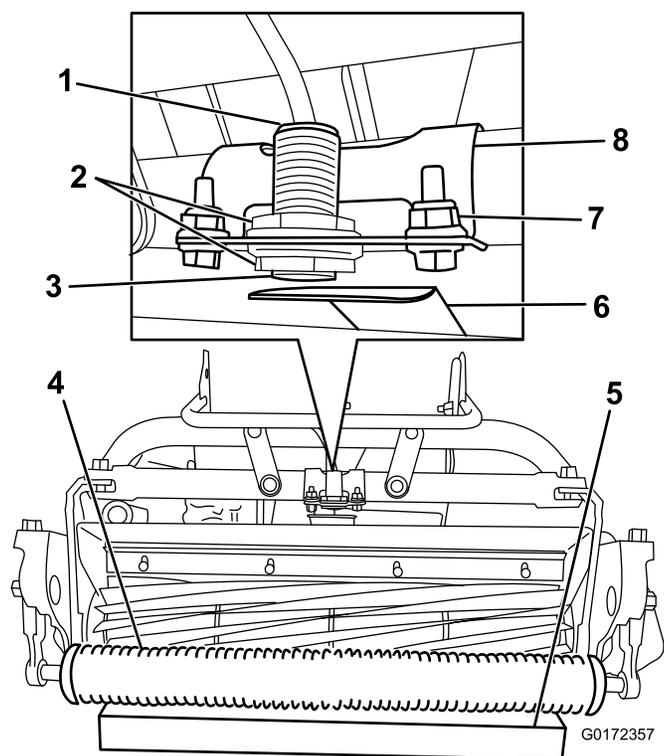

Figura 16
2. Desaperte as porcas de bloqueio no sensor e ajuste o sensor de forma a que seja visível uma rosca após a porca de bloqueio inferior (Figura 16).
4. Coloque um calço de 3,8 cm por debaixo do rolo da unidade de corte frontal (Figura 16).
5. Remova os dispositivos de fixação que fixam os suporte do sensor à estrutura (Figura 16).
8. Rode o suporte do sensor na direção da placa alvo até que a luz na parte superior do sensor acenda (Figura 16). Se já estiver aceso, rode-o afastando-o da placa alvo até que apague e, então, inverta a direção até que acenda novamente.